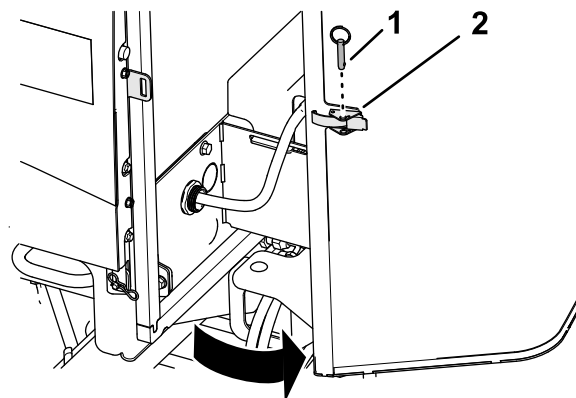

Figura 98
1. Îndepărtați urubul cu cap sferic de clichetul ecranului (Figura 98).